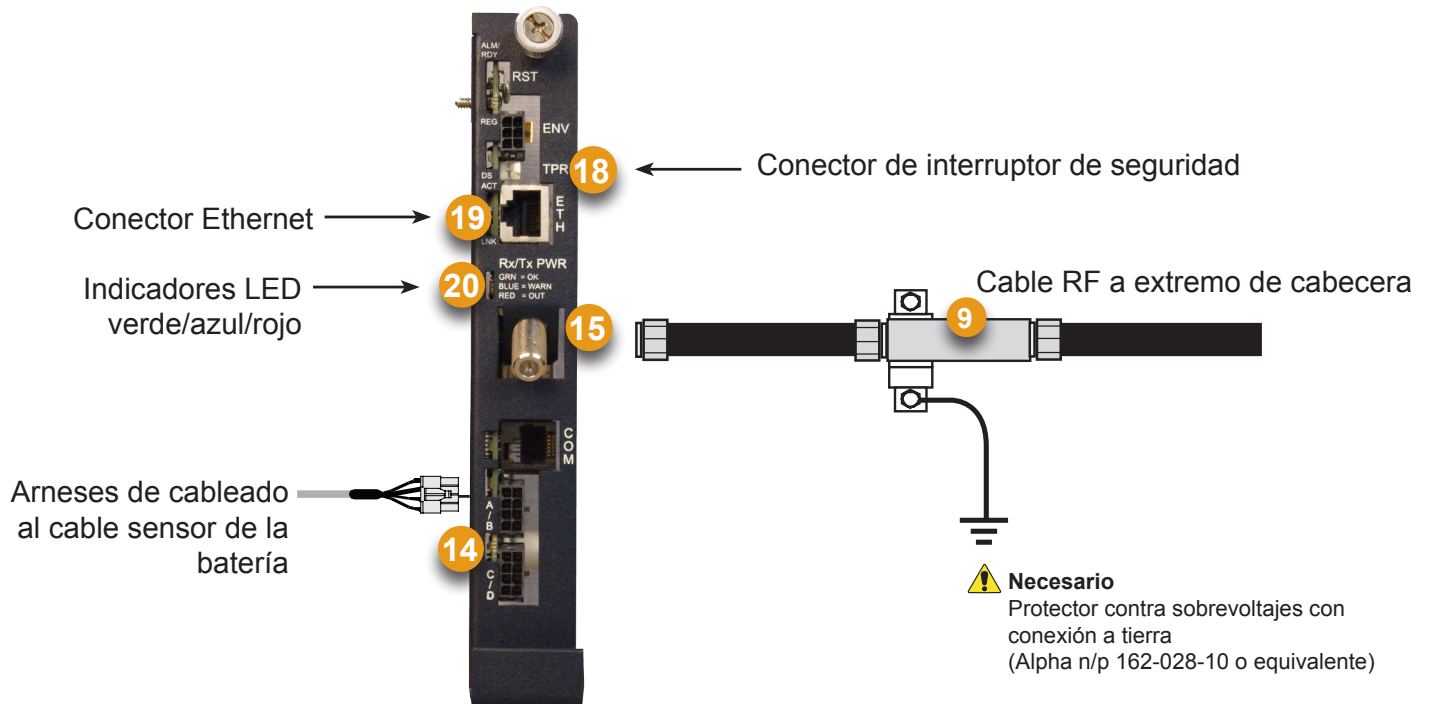

Fig. 2-19, Conexiones del panel frontal del monitor de estado del DOCSIS
7. Conecte el SPI (16) al conector de salida doble de AlphaDOC (10) (vea la Fig. 2-19).